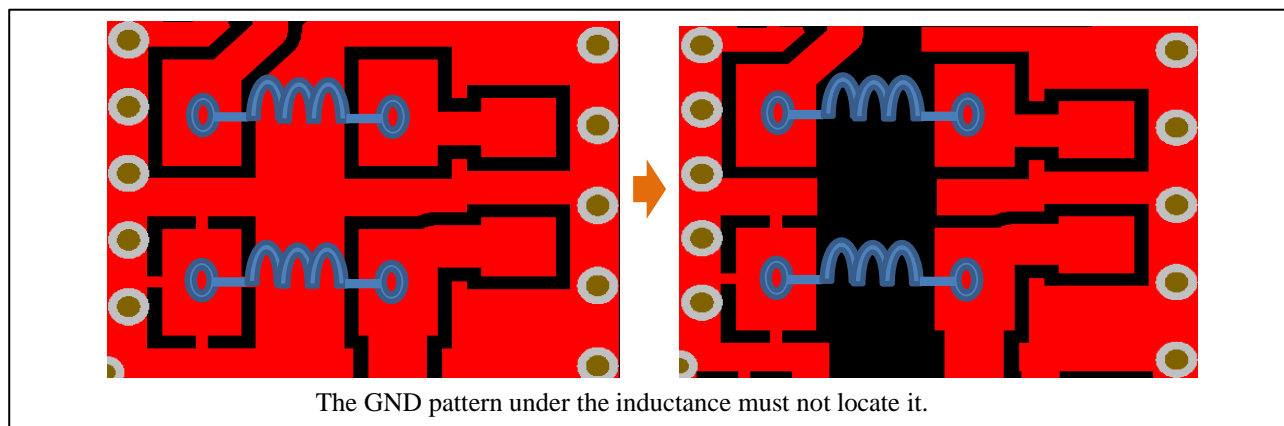

Figure 5-7 インダクタ下の GND パターンの注意事項
- Figure 5-7 に示す様に、インダクタンスの下に GND パターンは、配置しない様にしてください。GND パターンにノイズの影響が及ぼす可能性があります。(例：電源回路、電源用フィルタに使用するインダクタなど)